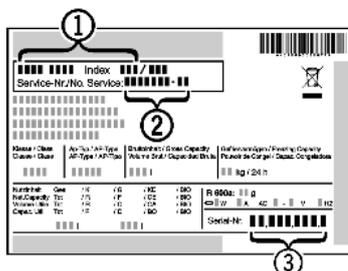

Fig. 7
▶ Relever la désignation de l'appareil Fig. 7 (1), le n° de service Fig. 7 (2) et le n° de série Fig. 7 (3) sur la plaquette signalétique. Cette plaquette se trouve sur la paroi intérieure gauche de l'appareil.
- ▶ Informer le S.A.V. et lui communiquer la panne, la désignation de l'appareil Fig. 7 (1), le n° de service Fig. 7 (2) et le n° de série Fig. 7 (3).